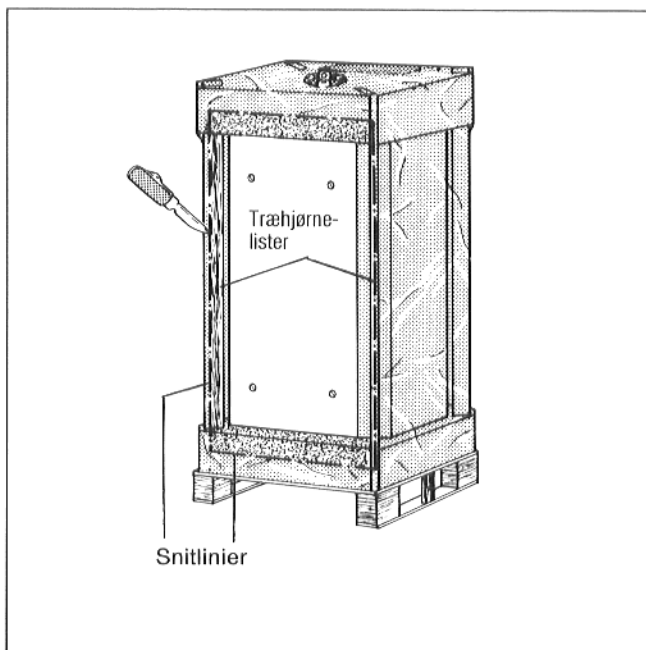

Fig. 16
- Emballagefoliet på den modsatte side af etiketten "Kedel-beholderfastgørelse" skæres ud som vist i Fig. 16. **Kun udskæringen** fjernes.